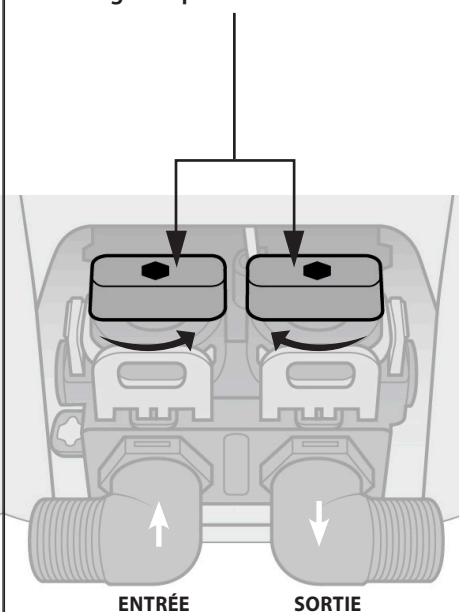

FIG. 3A
- Remarque : Pour changer le raccord, retirez simplement les clips de verrouillage à la main (FIG. 3A) et retirez le raccord (FIG. 3B). Lubrifiez le joint torique du nouveau raccord et insérez-le fermement dans l'appareil. Réinstallez le clip de verrouillage.**